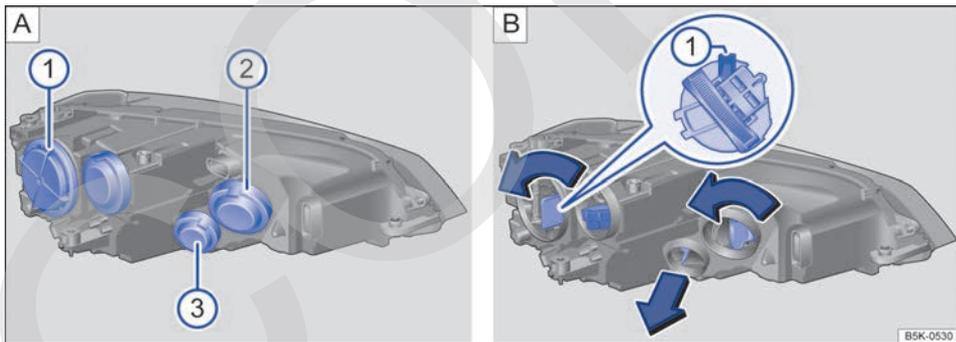

Fig. 189 En el vano motor: tapas en el faro izquierdo: ① luz de cruce, ② luz de carretera, luz de posición y luz de conducción diaria, ③ intermitente.
→ fig. 189
- ⑤ Sustituya la lámpara averiada por otra nueva del mismo tipo.
- ⑥ **Luz de cruce** ①: Coloque el portalámparas en el faro con la pestaña de encastre hacia arriba → fig. 189  ① y gírelo en el sentido de las agujas del reloj hasta el tope.